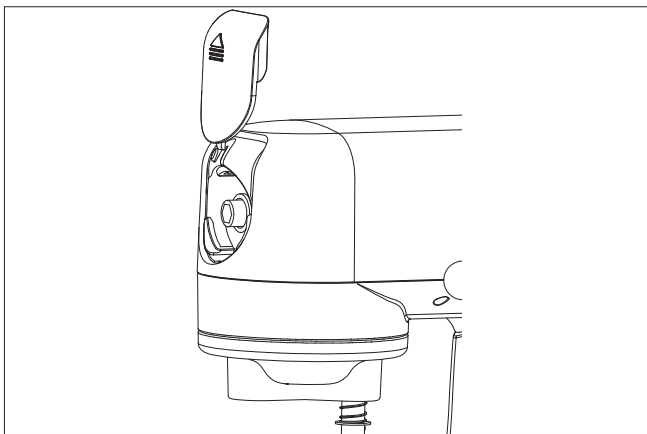

Fig. 13 – Retirar la cubierta
3. Deslice la cubierta de la conexión de la picadora de carne hacia arriba y coloque la cubierta de forma segura a un lado (véase Fig. 13).